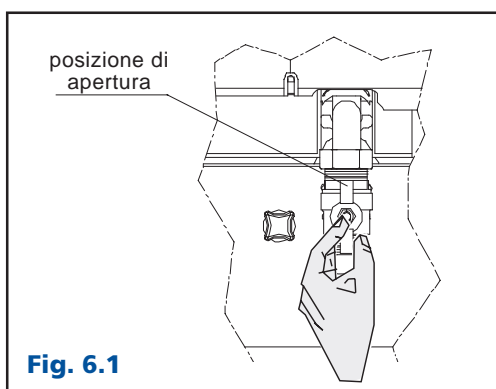

Fig. 6.1
6.1 Operazioni per l'accensione e l'uso della caldaia (fig. 6.1÷6.11)